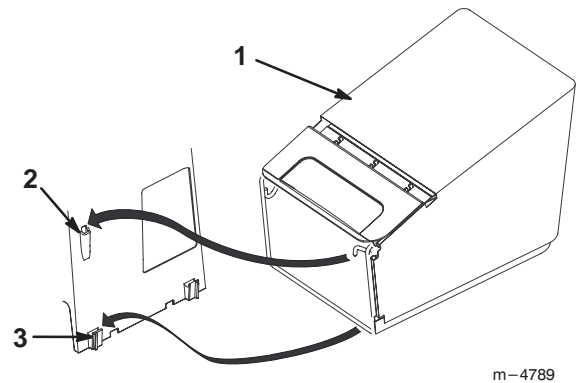

Abbildung 18
5. Den Haken des Graskorbrahmens wie in Abbildung 18 gezeigt in den Mähdeckschlitz und auf die Graskorbrahmensättel stecken.
4. Den Graskorbrahmen wie in Abbildung 18 gezeigt von den Graskorbrahmensätteln herun­terheben und aus dem Mähdeckschlitz herausziehen.